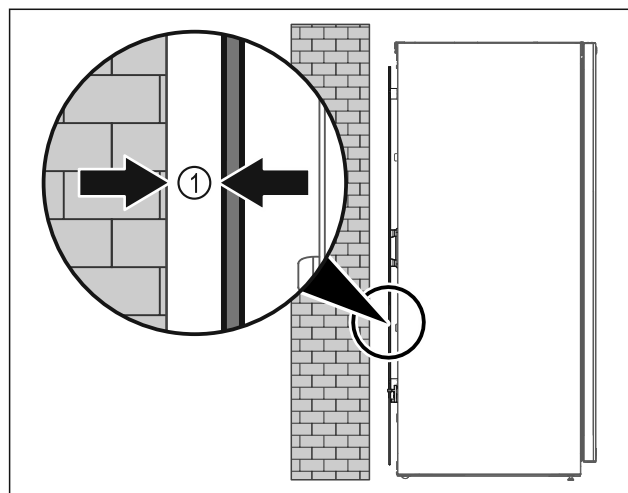

Fig. 50
- ▶ Установите устройство или свободно в помещении или прямо к стене на расстоянии 5 мм Fig. 50 (1).